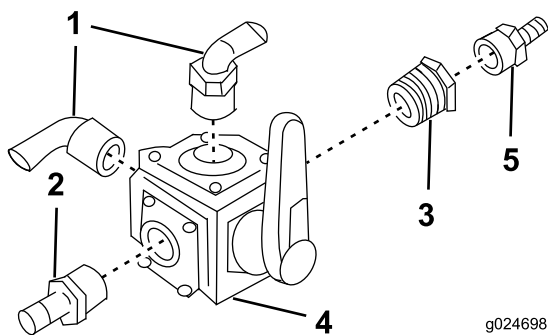

Figura 21
1. Se não houver uniões roscadas ligadas à válvula de 4 vias, instale-as conforme é indicado na Figura 21.
Nota: A orientação dos componentes é importante. Posicione os componentes como se indica em Figura 21.
2. Insira 4 parafusos e 4 anilhas nas ranhuras da válvula de 4 vias (Figura 21).